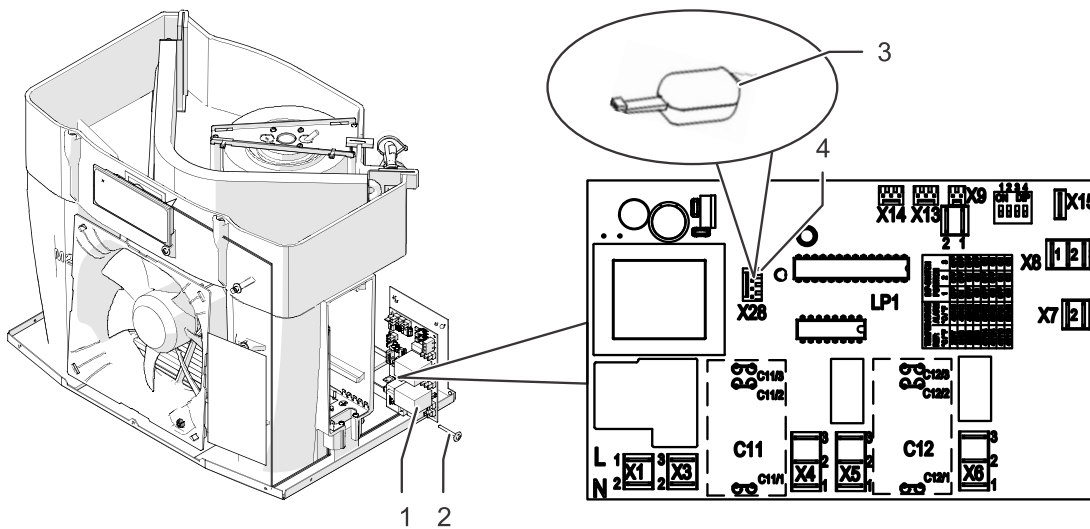

Fig. 26: interface de service
- La prise pour l'adaptateur USB (Fig. 26, rep. 3) sur l'interface est marquée sur le plan de branchement avec l'identification de l'équipement X (Fig. 26, rep. 4).
2. Retirer la vis en plastique (Fig. 26, rep. 2).
3. Sortir la platine du contrôleur (Fig. 26, rep. 1).
4. Raccorder l'adaptateur USB (Fig. 26, rep.) à l'interface de service X (Fig. 26, rep. 4).